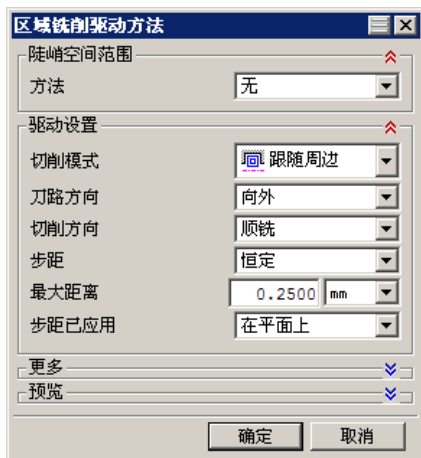

图 14.26 设置驱动方式
Step2. 在“区域铣削驱动方法”对话框中设置图 14.26 所示的参数,然后单击  按钮,系统返回到“轮廓区域”对话框。